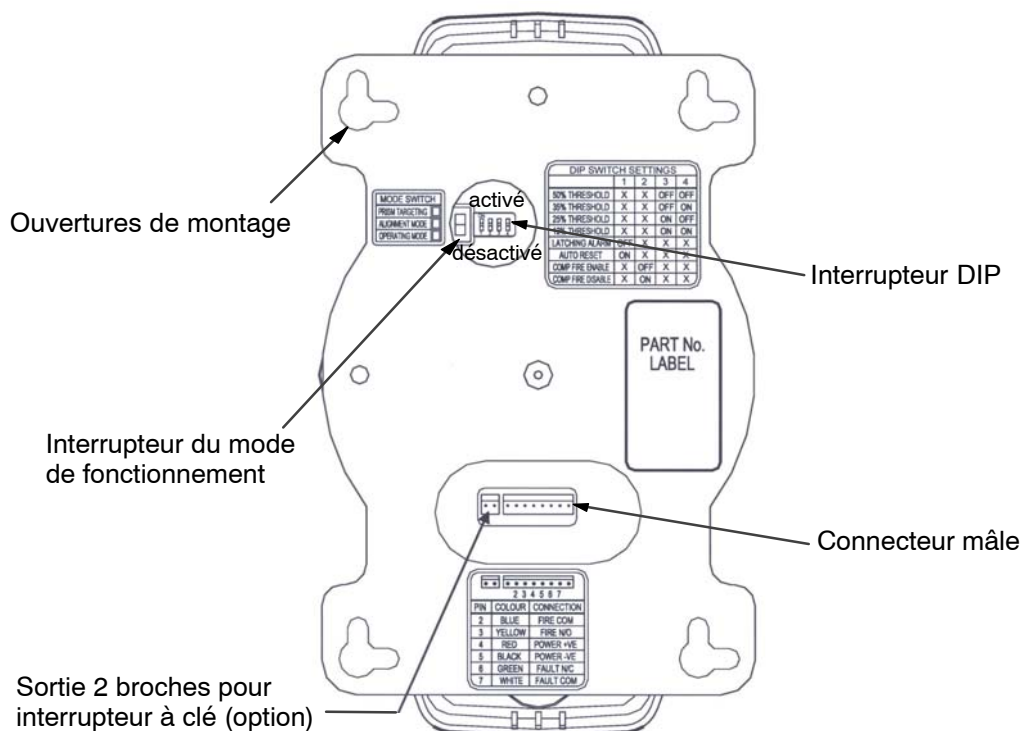

Fig. 2. : arrière du détecteur avec connecteur mâle, interrupteurs de mode de fonctionnement et DIP
- Les ouvertures de montage (voir fig. 2.), positionnées à un angle de 90°, permettent un montage vertical ou horizontal du détecteur.
- Démarrez le mode « **Localisation du prisme** » en déplaçant l'interrupteur du mode de fonctionnement (voir fig. 2.) vers le haut (en cas de montage vertical du détecteur) ou vers la droite (en cas de montage horizontal du détecteur).